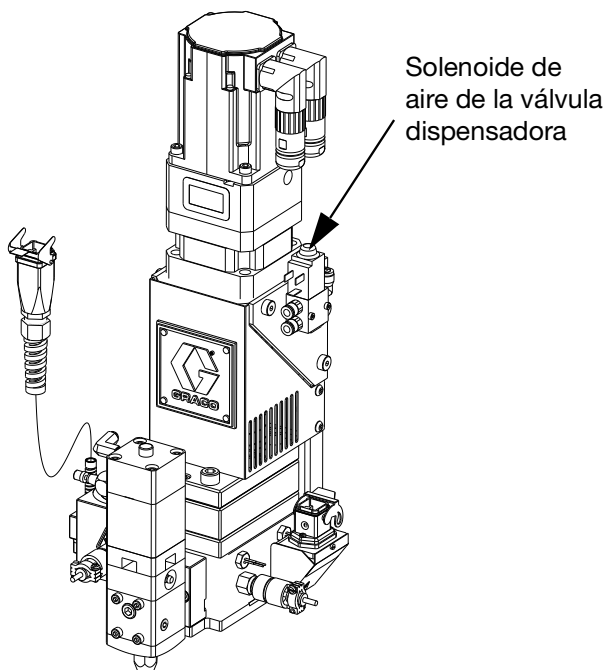

FIG. 16: Solenoide de aire de la válvula dispensadora
8. Si el dispositivo dispensador no puede activarse desde el centro de control, consulte la FIG. 16 y lleve a cabo las siguientes operaciones para abrir la válvula dispensadora y aliviar la presión del fluido:
- a. Accione manualmente el émbolo del solenoide, que abre la válvula dispensadora, para liberar la presión del fluido. Consulte la FIG. 16.